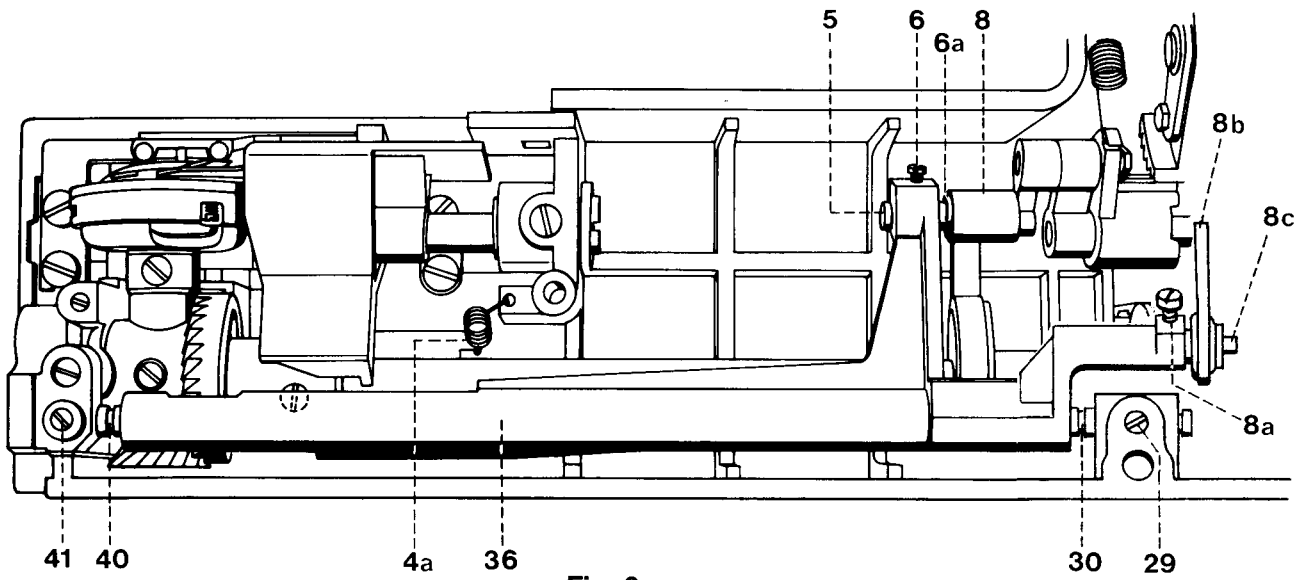

Fig. 2a
- Monter le boulon 5 (fig. 2a).